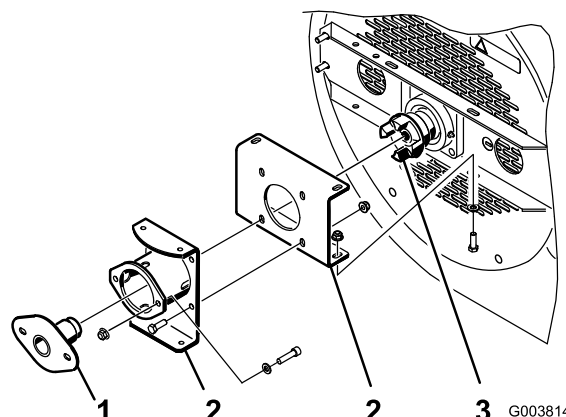
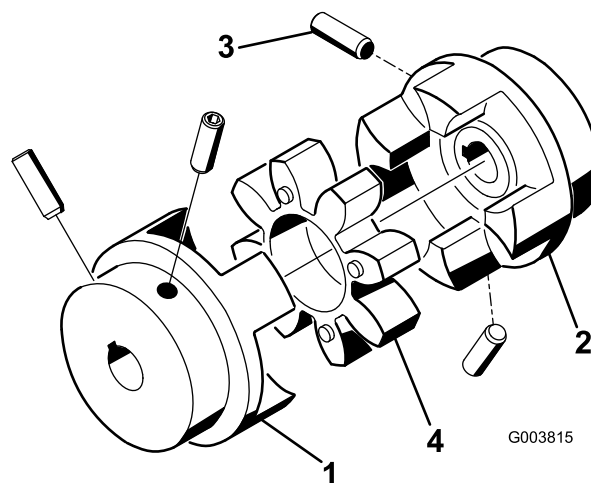

Bild 9
Bild 10
1. Stellen Sie sicher, dass die Befestigungshalterungen am Blasegerät montiert sind, die Schrauben und Muttern jedoch lose sind (Bild 9).
2. Setzen Sie das Werkzeug zum Ausrichten der Lager durch die Befestigungshalterungen in die Lüfterkupplung ein (Bild 9). Stellen Sie sicher, dass die Spinnenkupplung (Bild 10) nicht in der Kupplung ist.
- Die Stellschrauben, mit denen die Kupplungen des Motors und der Lüfterwelle (Bild 10) befestigt sind, müssen auf 6,5 bis 9,2 Nm angezogen werden.